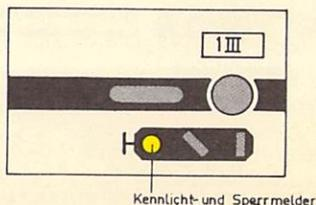

Bild 45
- (6) Die Ersatzsignale erlöschen in der Regel selbsttätig nach etwa 90 Sekunden oder zugbewirkt. Sie können auch durch Bedienen der Signalhaltgruppentaste und der Zugstraßentaste gelöscht werden.
- (7) Wenn in einem Bezirk frei rangiert werden darf, können die betroffenen Sperrsignale durch Bedienen der Kennlichtgruppentaste und der Rangierstraßentaste einzeln auf Kennlicht geschaltet werden (vgl. Bild 45). Die Kennlichtschaltung kann von der richtigen Stellung bestimmter Weichen abhängig sein. Die Sperrsignale werden durch Bedienen der Signalhaltgruppentaste und der Rangierstraßentaste wieder auf Sh 0 zurückgestellt.